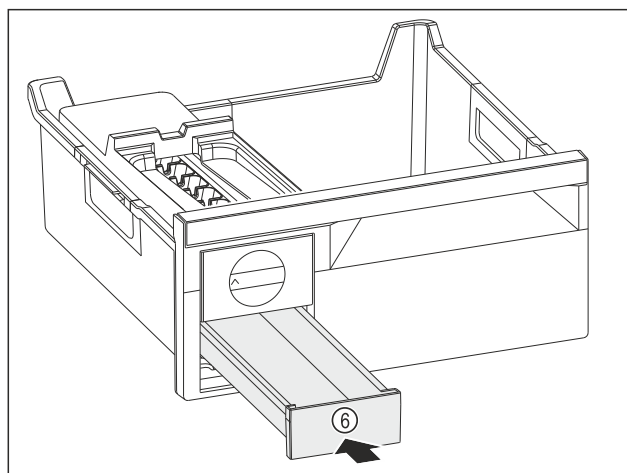

Fig. 96
- ▶ Wsunąć szufladę na kostki lodu Fig. 96 (6).